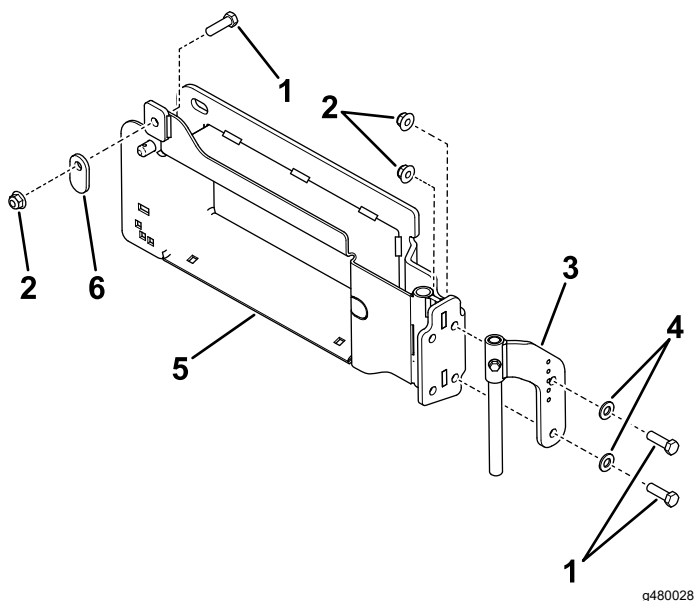

Figure 3
2. Assemblez l'adaptateur d'éjection latérale comme montré à la Figure 3.